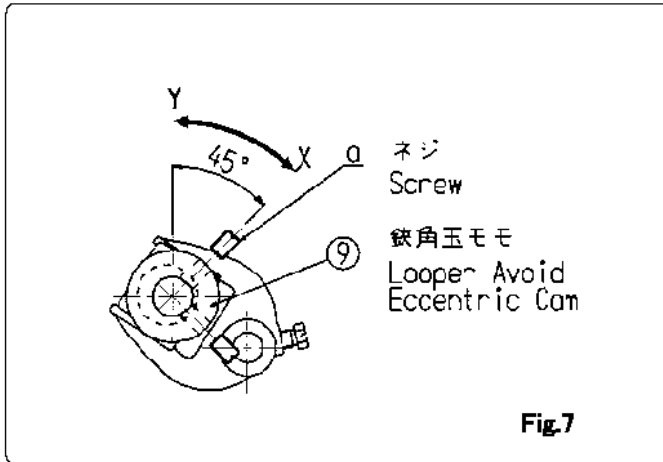

Fig.7
Clearance between Needle and Loper as Loper passes this side of Needle in its backward movement should be 0.05 to 0.5mm Loper Avoid Eccentric Cam ⑨ is used for adjustment. Slant of Loper can be increased by turning Loper Avoid Eccentric Cam ⑨ in direction of 'X' (Fig.7), and decreased by turning it in direction of 'Y'.
To facilitate adjustment, first adjust Loper Avoid Eccentric Cam ⑨ so that its set screw (a) is located at 45°, as shown in Fig.7, when nut (b) of Fig.2, is in its highest position.
調整はルーパ土台⑧のネジaを緩めて調整してください。次にルーパが最も前進して右に動いていくとき、針とルーパの隙間が最も接近しても針との隙間が $B=0.05\sim 0.5\text{mm}$ になるように調整してください。調整は鋭角玉モモ⑨で調整してください。Fig.7で示す通り鋭角玉モモ⑨をX方向に廻すとルーパの運動量は大きくなり、逆にY方向に廻すと小さくなります。
鋭角玉モモ⑨はあらかじめ Fig.2 のナット b が最も高くなった位置のとき Fig. 7 で示すように鋭角玉モモのセットネジ a が45°の位置にくるようにしておけば調整が容易です。